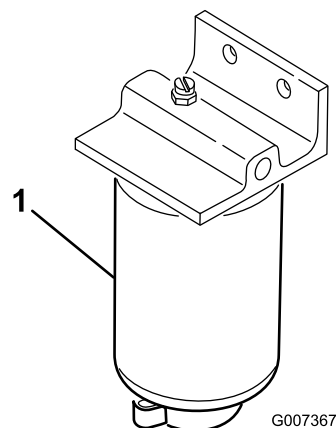

Figure 40
2. Nettoyez la surface autour des supports de la cartouche du filtre (Figure 40).
4. Ouvrez le robinet de vidange du filtre et le reniflard (Figure 40).